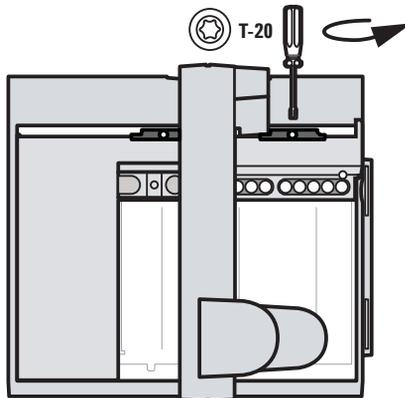

Abb. 5 Entfernen der T-20-Schraube aus der Transportklammer
- 2 Entfernen Sie die T-20-Schraube mit einem T-20-Torx-Schraubendreher aus der Transportklammer (Abb. 5).